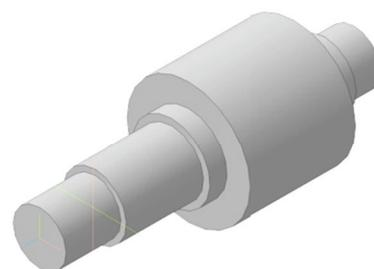

Рис. 7.8
- Нажмите кнопку **Создать объект** – система выполнит построение тела вращения (рис. 7.8). Это будет заготовка вала. Продолжим его конструктивную доработку.